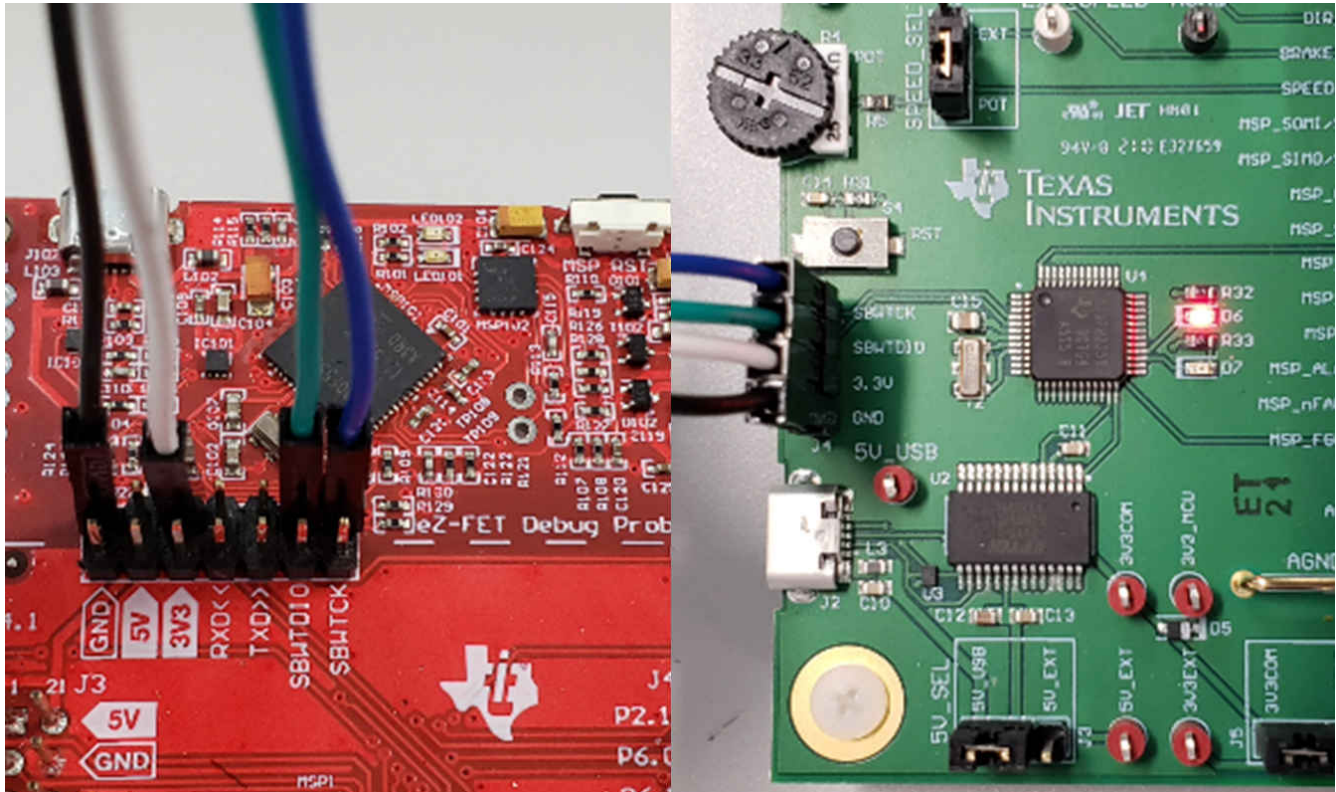

图 7-2. 连接到 MCF8316AEVM 的 MSP430 LaunchPad™ eZ-FET 探针
2. 将 GND、3V3、SBWTCK 和 SBWTDIO 信号 LaunchPad eZ-FET 侧的顶部引脚连接到 MCF8316AEVM 的 J4 上的各自引脚，如表 7-1 和图 7-2 所示。